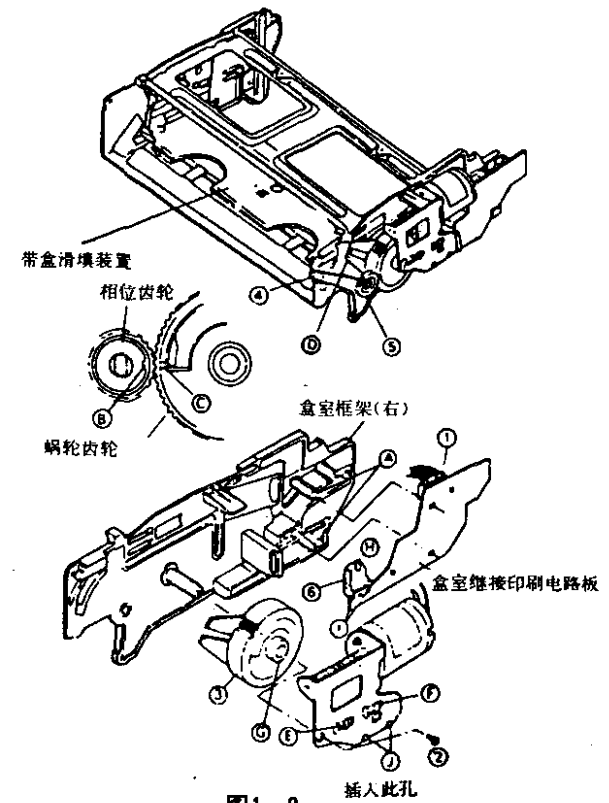

图1-2
**●蜗轮机构的拆卸(图1-2)**
1.从盒室继接印刷电路板上拆去引线连接器①。
2.松开盒室继接印刷电路板的两个卡销④,从盒室框架上取下盒室继接印刷电路板。
3.松开盒室马达的固定架上的螺丝②,与盒室继接印刷电路板一同,从盒室框架上将盒室马达取出。
4.取出蜗轮组件③。
**●蜗轮机构的装配(图1-2)**
2.顺时针方向旋转相位齿轮⑤直至转不动为止。
3.将蜗轮设置好后,将蜗轮上的校正标志◎和相位齿轮上的校正标志Ⓢ对齐。然后,将其插入框筒,同时确认带盒滑填装置的卡销⑩正确插入导动杆的槽榫。
4.将调速柄的卡销⑥与蜗轮槽榫⑦对齐,然后旋紧螺栓②紧固蜗轮组件。
5.将调速柄的卡销⑥与盒室状态开关⑥的标记位置⑩对齐,然后,将盒室继接印刷电路板固定于框架卡销④上,并确认盒室状态开关的两个卡销①正确嵌入盒室马达固定座的槽榫⑨。